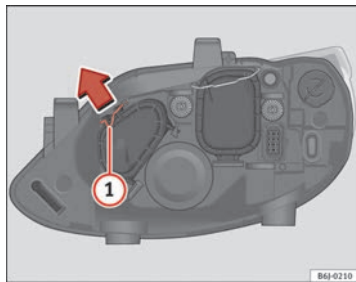

Fig. 151 Luz de carretera
- Desplace el tirante ① en el sentido de la flecha y saque la tapa ⇒ fig. 151.